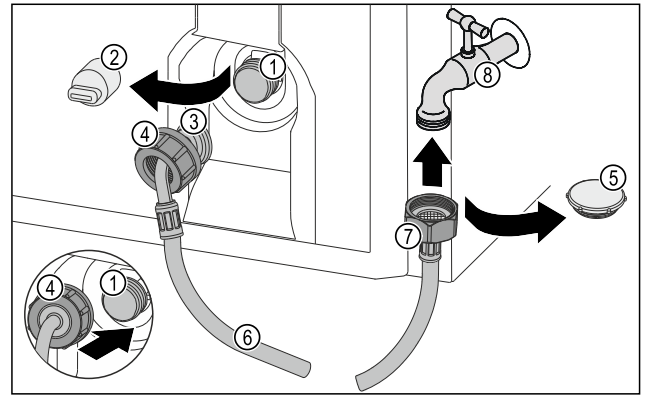

Fig. 10
- Verschlußkappe Fig. 10 (5) entfernen.
- Mutter am geraden Schlauchende (7) auf Wasserhahn (8) schrauben.